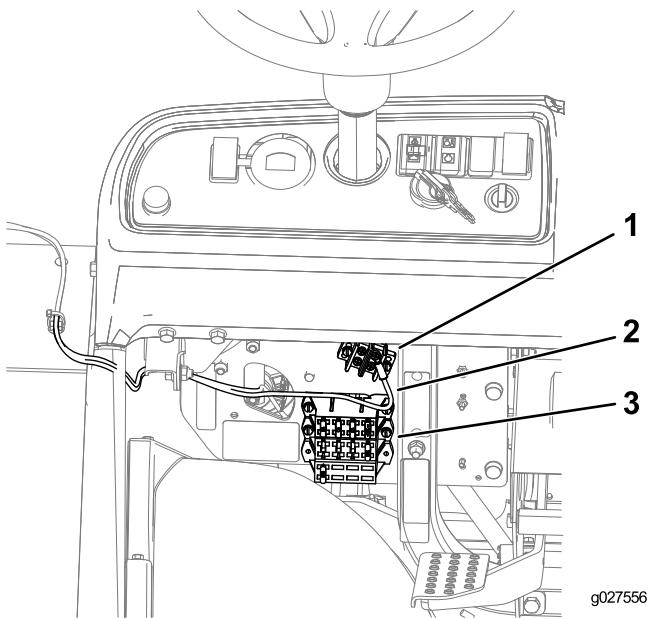

图12
- 对于 Workman MD/MDX/MDXD 机器：将线束的环形端子连接到地线盒，并将保险丝盒接头插入提供的保险丝盒连接件（图12）。